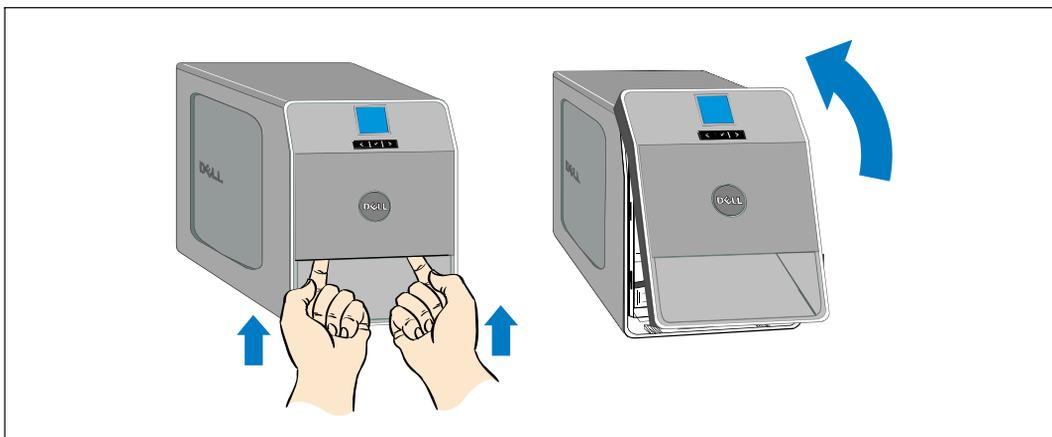

Рис. 10. Снятие передней крышки ИБП
- 2 Снимите переднюю крышку ИБП (см. Рис. 10).